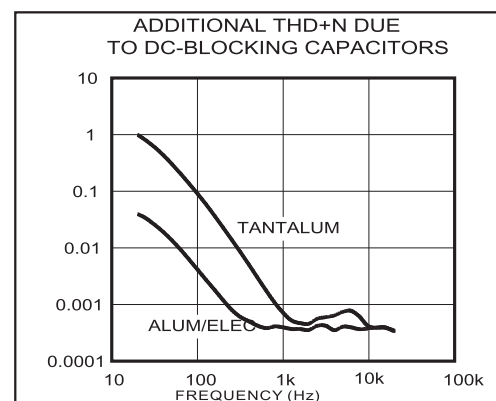

图3. 隔直流电容引起的失真
2) 随着电容值的变化以及电容两端电压的变化, 隔直流 电容的电压系数会导致重建音频信号的失真。在低于 -3dB 频率以下的低频范围内, 容抗起主导作用, 电压 系数表现为失真度随频率而变化。图3给出了两种不同 电介质电容引入的 THD+N, 100Hz 以下的 THD+N 增加 很快。